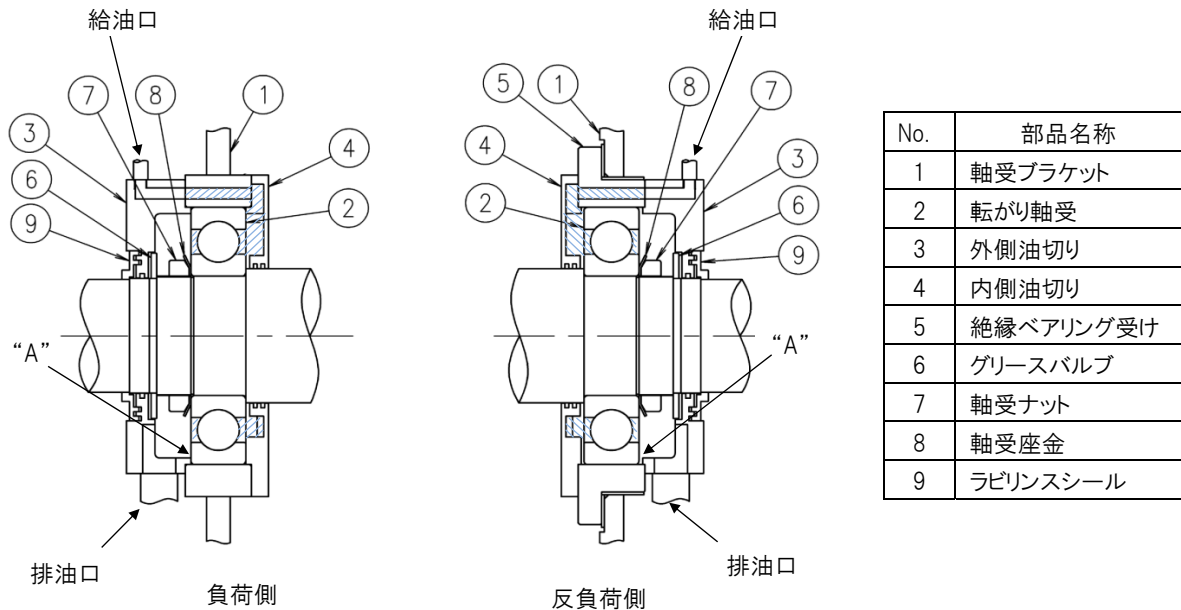

図13-12 軸受構造と各部の名称
横形転がり軸受の構造図を図13-12に示します。分解、再組立は次の要領で行ってください。
- (1) 相手機械との直結を切離す。
- (2) 温度計等の付属品を取外す。
- (3) カップリングを取外す。
- (4) 図13-12を参照して軸受回りの部品を取外す。
グリースは図13-12の斜線部分に充てんします。すなわち、内側油切りの給油セクタ部、他のセクタ内に2/3程度とグリースニップルからの給油道、および軸受の内部に充てんし、軸受の排出側周囲“A”部に塗っておきます。